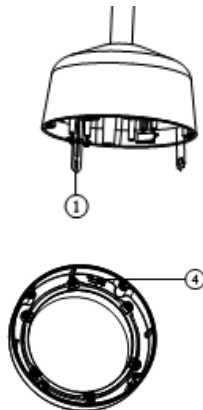

Figura 5 Installazione cupola inferiore a supporto sospensione
6. Inserire il contenitore nel foro e fissare le 3 viti utilizzando un cacciavite facendo in modo che le alette di bloccaggio a molla possano fuoriuscire per fissare il contenitore al soffitto (fare riferimento alla **Figura 5**).